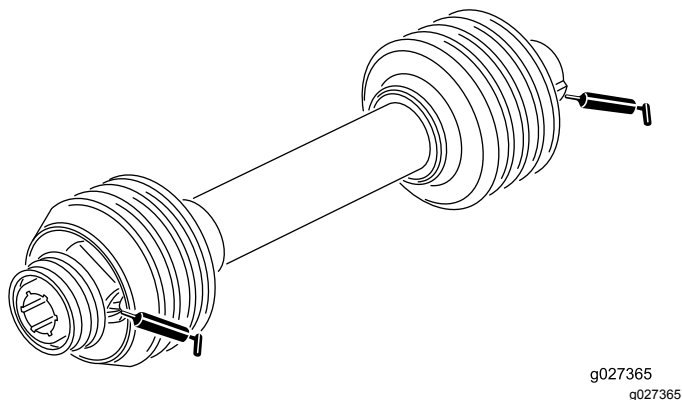

图10
2. 如图10所示用 2 号锂基润滑脂润滑风扇轴轴承上的黄油嘴。
如**图10**所示用2号锂基润滑脂润滑2个驱动轴接头。